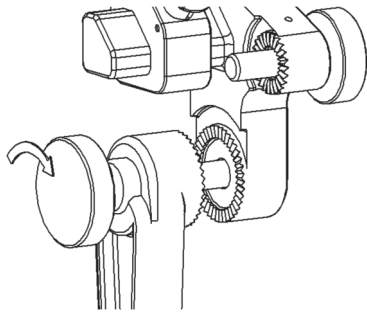
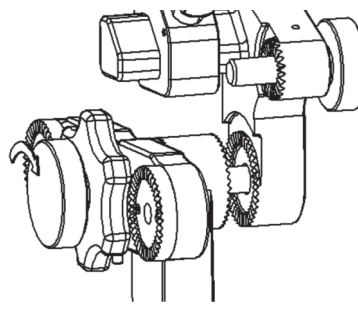

Figura 5
Figura 6
1. Collegare il poggiatesta a ferro di cavallo radioluce per adulti all'adattatore a perno selezionato, inserendo la vite di coppia dell'Adattatore a perno corto (Figura 5) o la vite di coppia dell'Adattatore a perno Tri-Star radioluce (Figura 6) nel foro filettato della piastra stazionaria a ferro di cavallo, in modo che i denti a stella dell'Adattatore a perno si trovino di fronte ai denti a stella grandi della piastra stazionaria a ferro di cavallo.